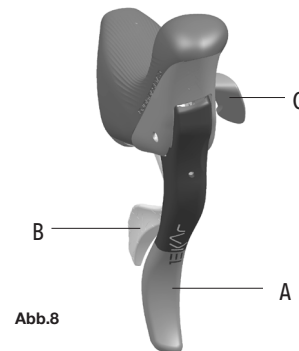

Abb.8
- Der Fingerhebel B (**Abb. 8**) am rechten Schalthebel wirkt auf das Schaltwerk und lässt die Kette auf das höhere Ritzel steigen.
- Man kann den Hebel B (**Abb. 8**) um mehrere Klicks nacheinander betätigen, um die Kette mit einer einzigen Bewegung aufsteigen zu lassen (maximal 3 Ritzel).
- Der Fingerhebel C (**Abb. 8**) am rechten Schalthebel wirkt auf das Schaltwerk und lässt die Kette auf das kleinere Ritzel absteigen.